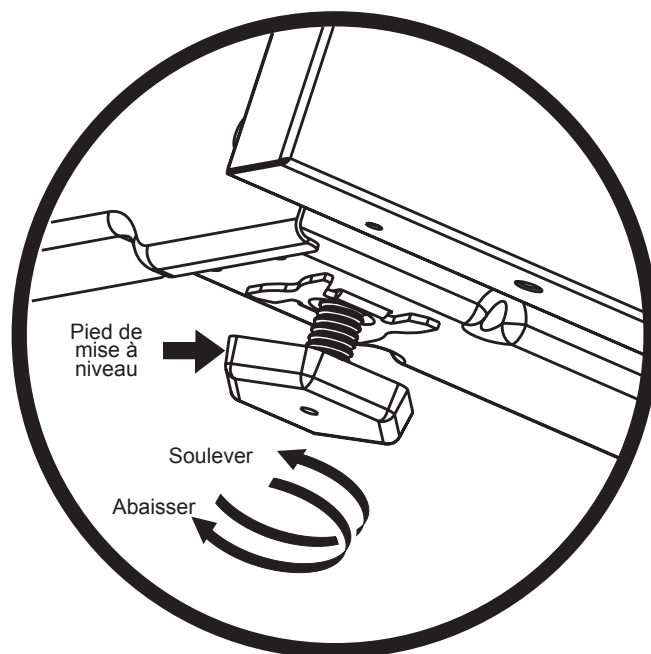

Figure 13 : Réglage de la hauteur de l'électroménager
3. Le cas échéant, mettre la cuisinière de niveau en ajustant les quatre pieds niveleurs avec une clé (Figure 13).